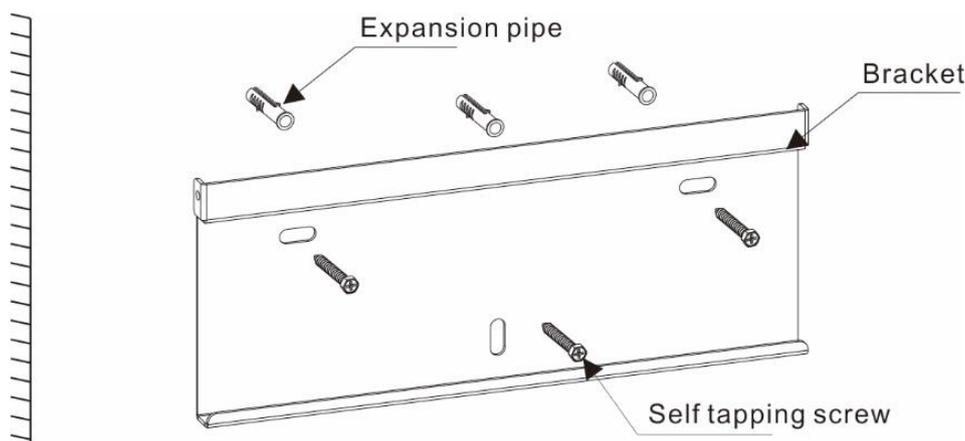
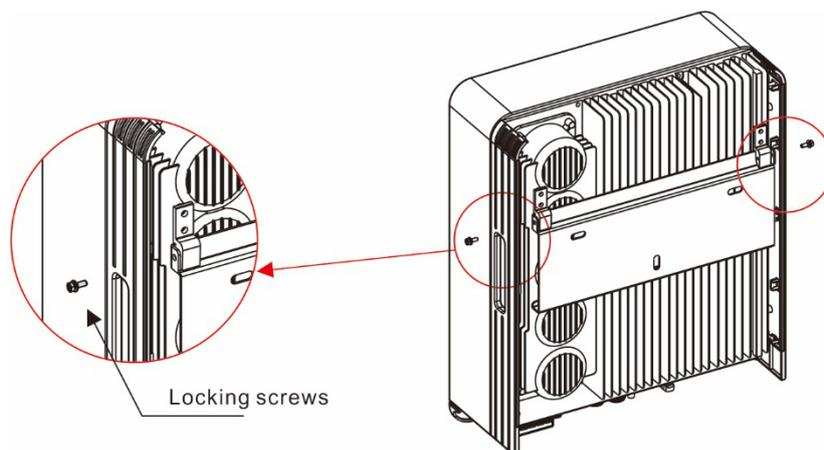

Figura 4.4 Montaje en pared del inversor
Figura 4.5 Soporte de montaje en pared
Consulte la Figura 4.4 y la Figura 4.5 para obtener instrucciones sobre cómo montar el inversor.
2. Asegúrese de que el soporte esté horizontal y el orificio de montaje (como se muestra en la Figura 4.4) esté correctamente marcado e introduzca el tubo de expansión en la pared con un martillo.
4. Levante el inversor (tenga cuidado de no forzar el cuerpo) y alinee el soporte posterior del inversor con la sección convexa del soporte de montaje. Cuelgue el inversor en el soporte de montaje y asegúrese de que esté seguro (consulte la Figura 4.5)